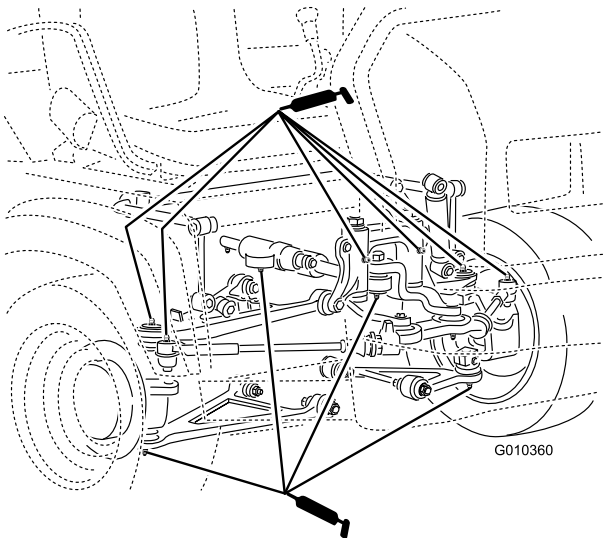

Bild 39
- Kugellager (4), Spurstangen (2), Schwenkhalterungen (2) und Lenkzylinder (2) (**Bild 39**)